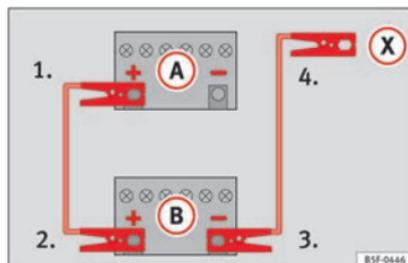

Fig. 68 Schema elettrico per i veicoli non dotati di sistema Start&Stop.
2. Collegare un'estremità del cavo di emergenza *rosso* al polo positivo (+) del veicolo con la batteria scarica (A) » » fig. 68.
3. Collegare l'altra estremità del cavo di emergenza *rosso* al polo positivo (+) della batteria che fornisce la corrente (B).
- 4a. *Nei veicoli senza sistema Start/Stop*: collegare un'estremità del cavo *nero* di emergenza al polo negativo (-) del veicolo che eroga la corrente (B) » » fig. 68.